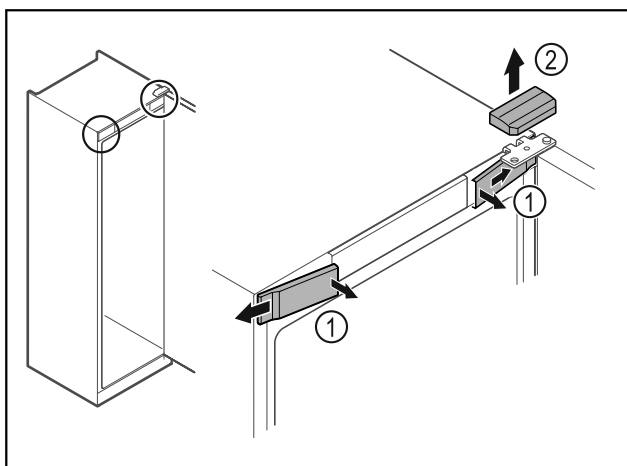

Fig. 8\*
- ▶ Haakige eesmised katted Fig. 8 (1) seest lahti ja võtke küljele maha.\*
- ▶ Võtke ülemine kate Fig. 8 (2) ülespoole maha.\*